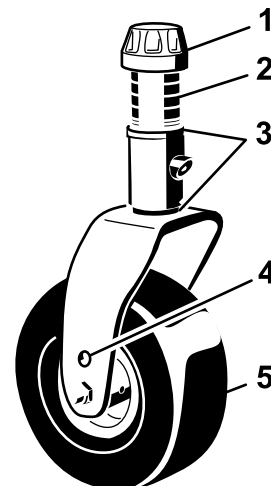

Bild 29
3. Stellen Sie die Beilagscheiben (3 mm) an den vorderen Laufradgabeln auf die entsprechende Schnitthöhe auf dem Aufkleber ein (Bild 29), siehe Einstellen der Schnitthöhe \(Seite 27\).